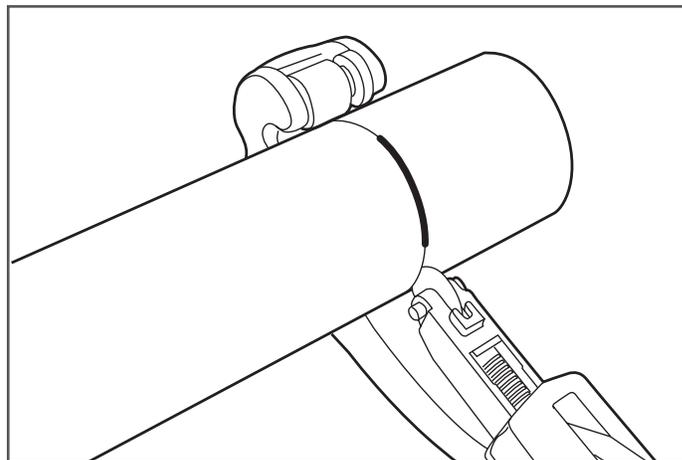

Figure 7-2
3. Avec le coupe-tubes, entaillez la gaine extérieure aux trois-quarts de l'épaisseur de la gaine. Faites très attention de ne pas découper ni entailler le tuyau ondulé en inox (Figure 7-2).